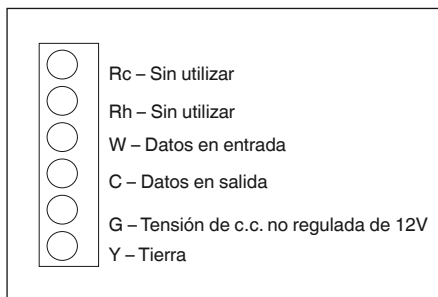

Fig. 3 - Descripción de los bornes
8. Unir y conectar los cables del equipo en sus respectivos bornes de los bloques de conectores (ver Fig. 3). Para mayores detalles, remitirse al esquema de cableado.